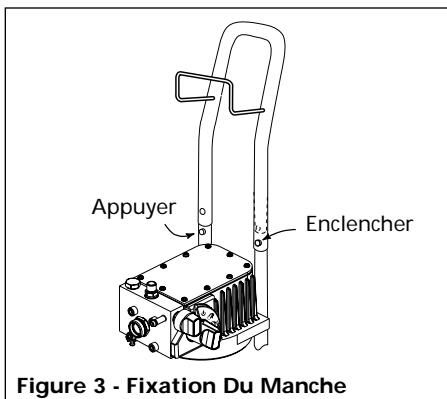

Figure 3 - Fixation Du Manche
- Glisser le manche sur la charrette en appuyant sur les fermoirs de retenue en poussant sur le manche. S'assurer que les fermoirs de retenue s'enclenchent dans les trous de manche. Le dévidoir à tuyau doit être en face de la pompe (Voir Figure 3).